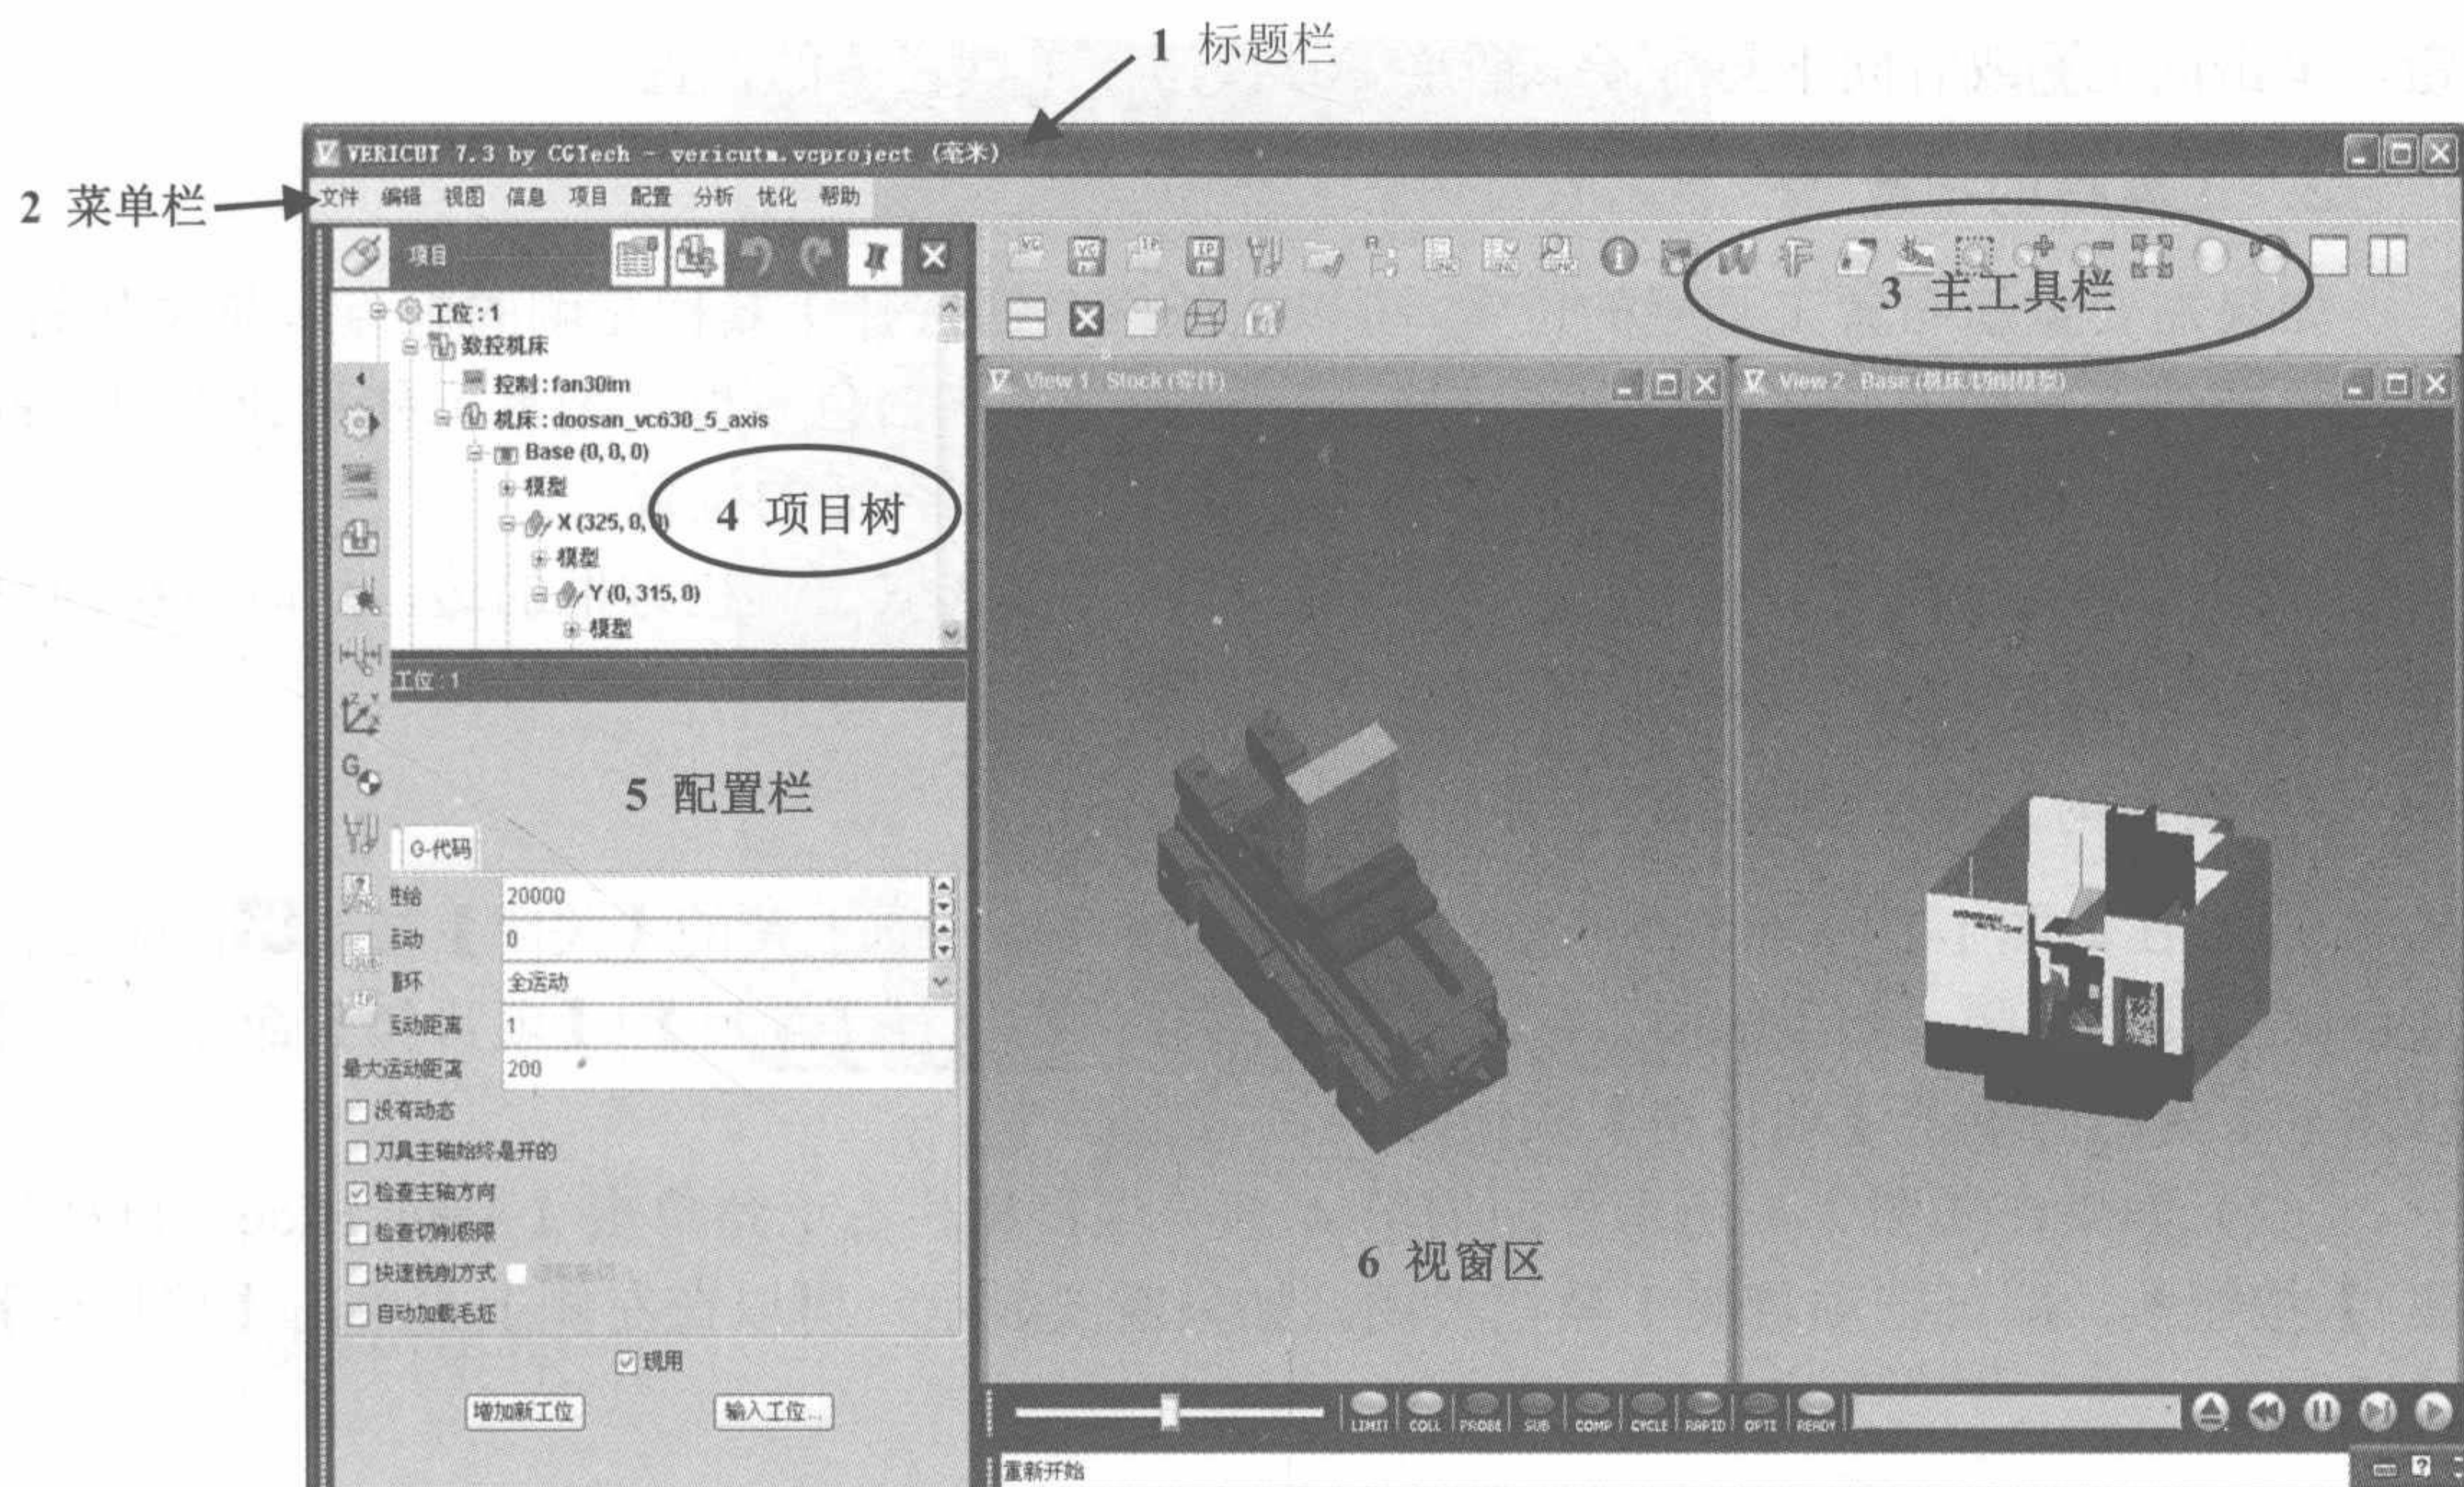
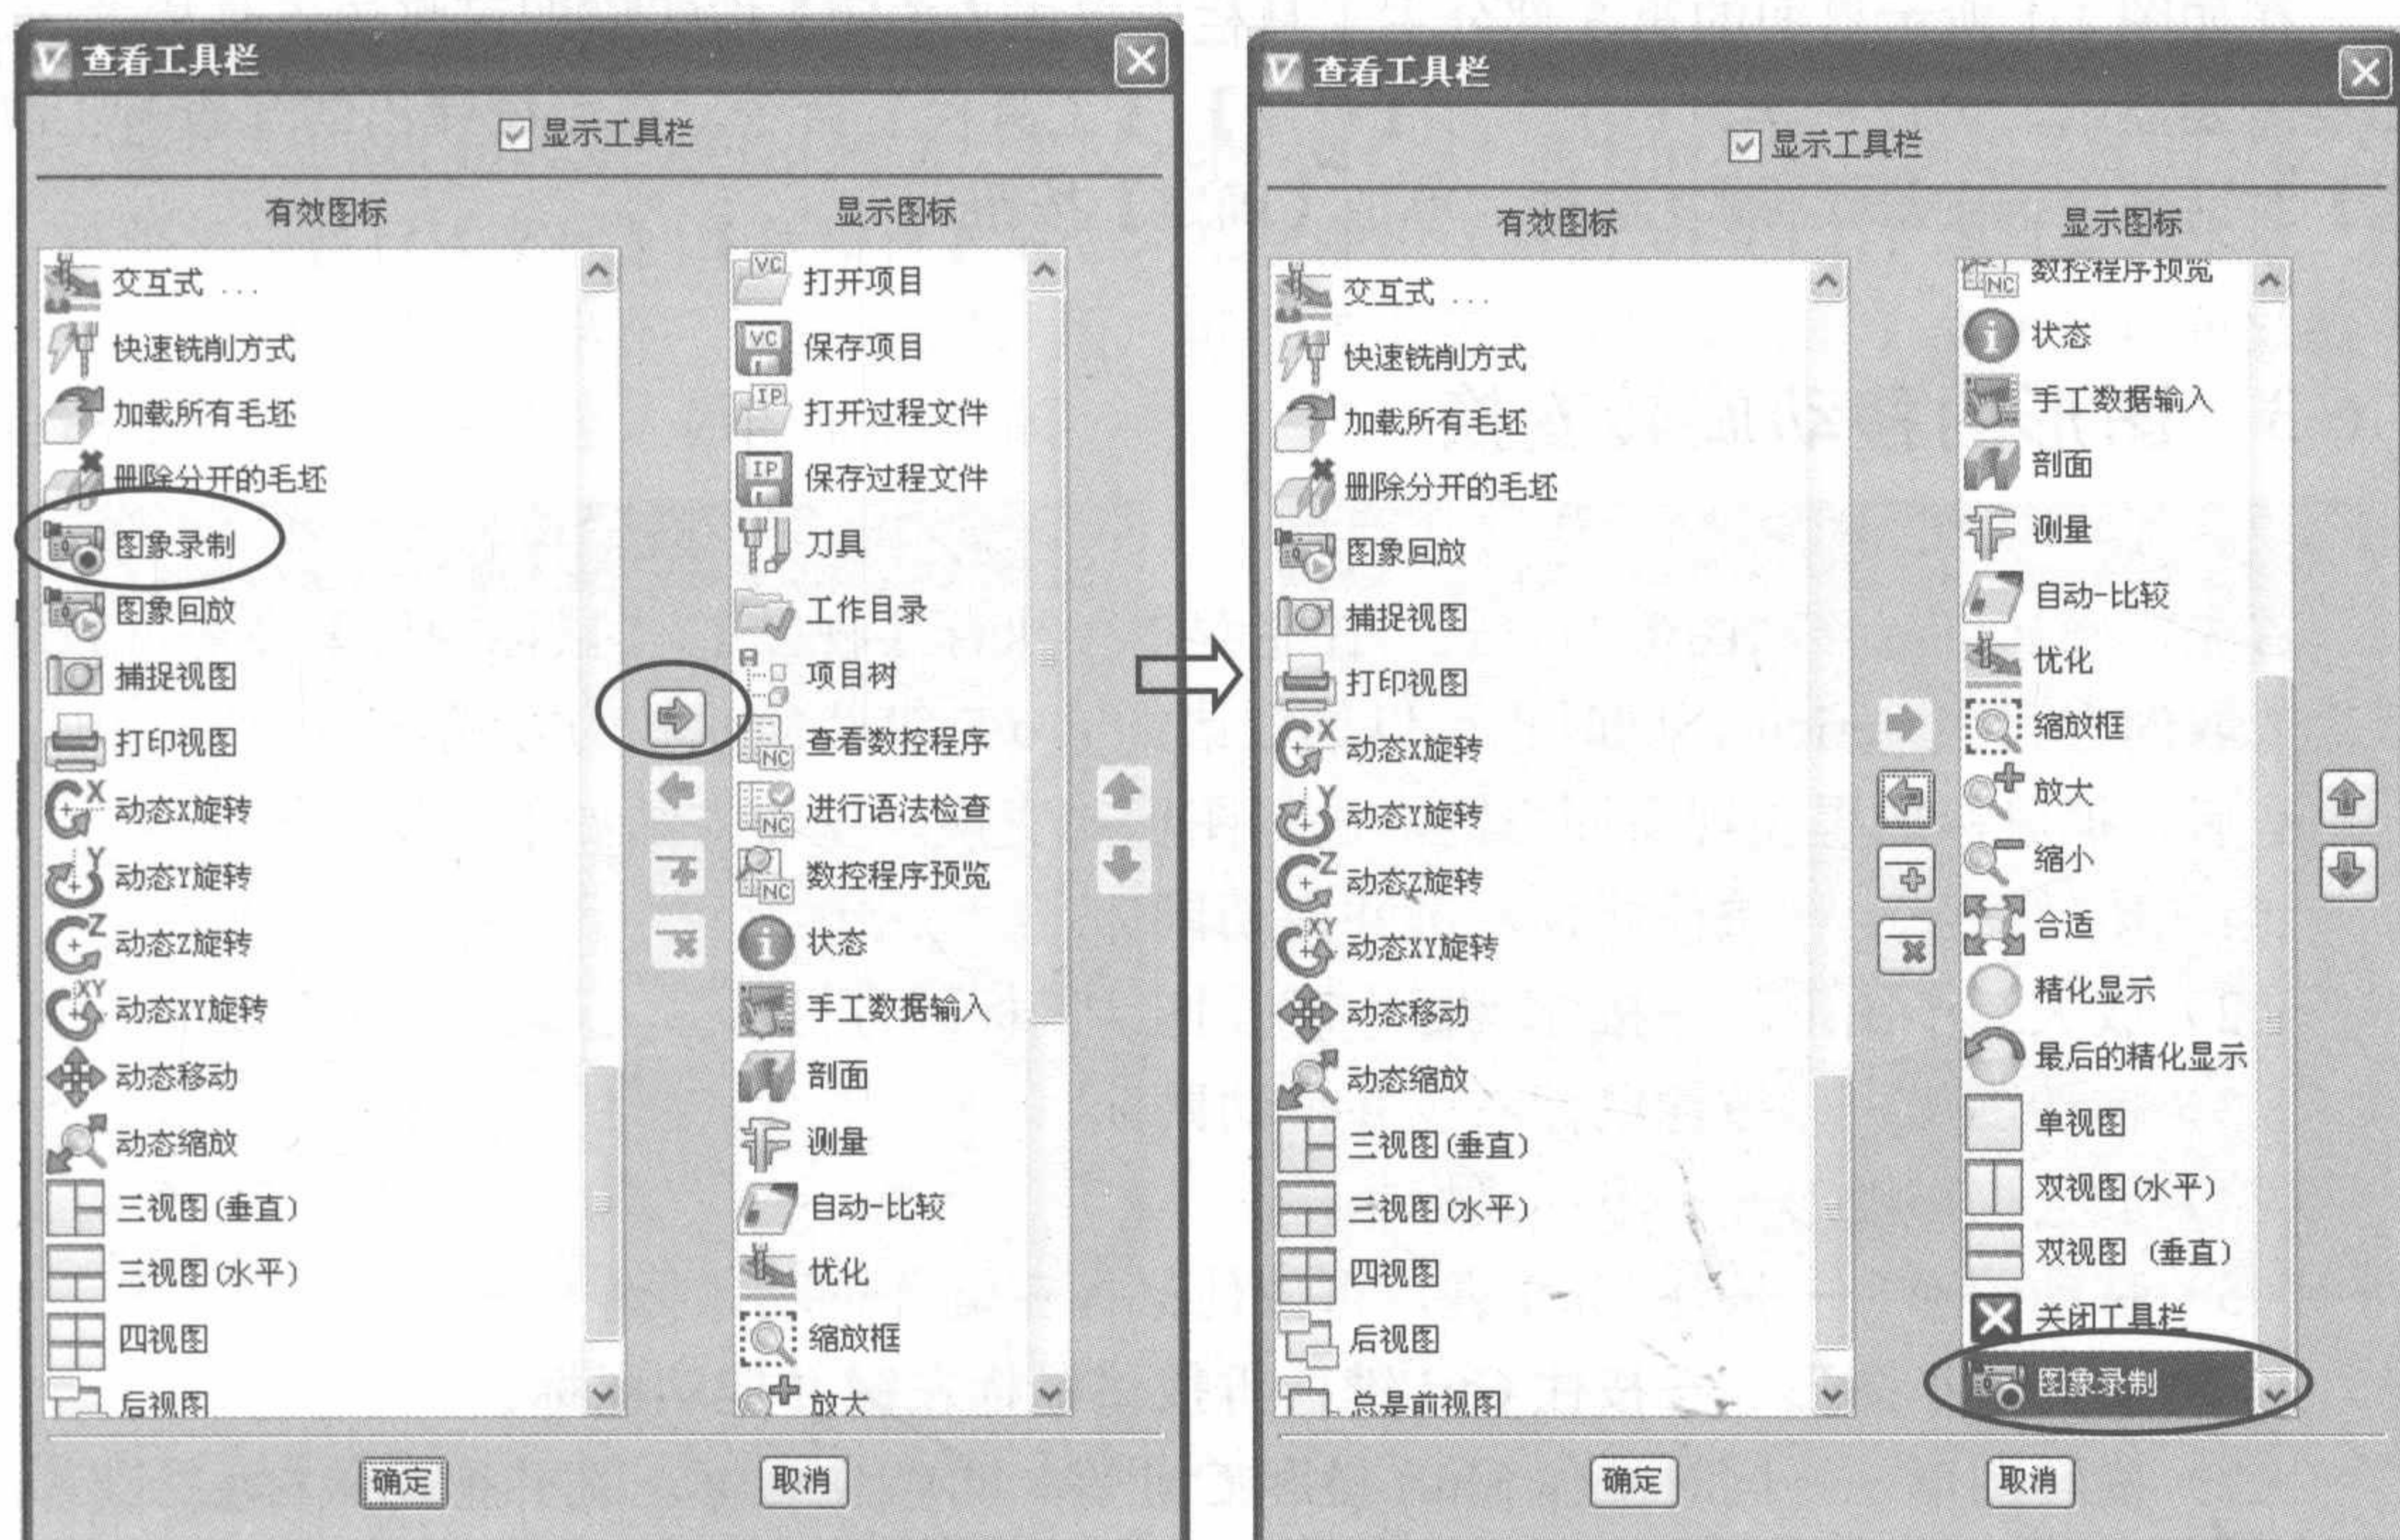

图 1-1 初始界面
图 1-2 显示工具按钮
在桌面上双击 Vericut 7.3 的图标，或者从 Windows 界面的【开始】菜单中执行【所有程序】|  CGTech VERICUT 7.3 |  VERICUT 7.3 命令，即可启动 Vericut 7.3 软件。Vericut 7.3 软件采用了传统软件系统的控件对话框方式，初始界面如图 1-1 所示。
在图 1-1 所示界面的第 3 部分工具栏仅显示了最常用的按钮工具，如果用户还需要使用其他按钮，可以采用以下方法把需要的按钮显示出来。
在图 1-1 所示界面的第 2 部分的主菜单中执行【视图】|【工具栏】命令，系统弹出如图 1-2 所示的【查看工具栏】对话框，从左侧【有效图标】栏中通过滑动滑块工具条，选择需要的按钮，例如选择 图像录制，再单击向右的箭头，可以使这个按钮被显示在右侧的【显示图标】栏中。单击【确定】按钮，观察软件的工具栏，即可发现 被显示出来。
(1) 在如图 1-1 所示界面的第 4 部分项目树栏单击右上角的【关闭】按钮, 即可将项目树工具栏关闭。如果需要显示，可以在菜单栏中执行【项目】|【项目树】命令，还可以在主工具栏中单击【项目树】按钮.
(2) 如果在如图 1-1 所示界面的第 4 部分项目树栏右上角单击【Aotu Hide（自动隐藏）】按钮, 即可把项目树工具栏关闭。如果需要显示，可以在左侧上方单击【项目树】按钮。
在如图 1-1 所示界面的第 3 部分主工具栏中单击【关闭】按钮即可将该工具栏关闭。如果需要显示，可以在菜单栏中执行【视图】|【工具栏】命令，在系统弹出的【查看工具栏】对话框中选中☒显示工具栏复选框，单击【确定】按钮。